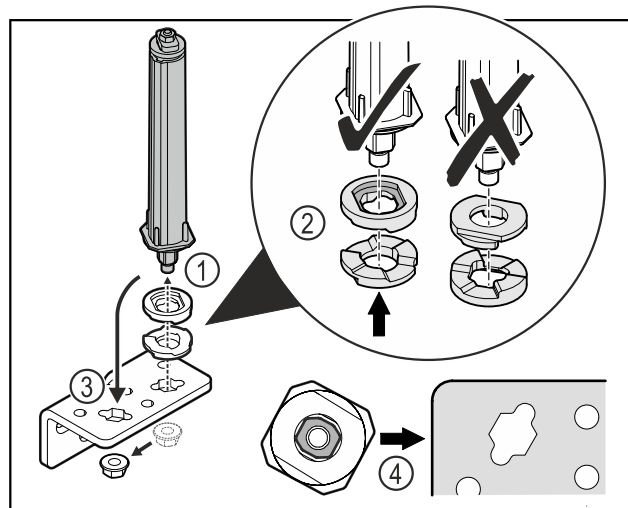

Fig. 41
- Mutter lösen und Türschließsystem entfernen Fig. 41 (1).
- Auf die korrekte Ausrichtung der Höhenverstelleisen achten Fig. 41 (2).
- Türschließsystem im Scharnierwinkel umsetzen und mit der Mutter fixieren Fig. 41 (3).
- Beim Einsetzen auf die korrekte Ausrichtung des Türschließsystems achten Fig. 41 (4).